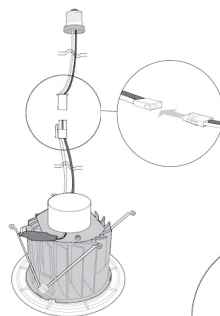

Figure 2 - Branchez le connecteur de type Edison
4. Branchez le connecteur de type Edison inclus au module IR6-600WH (de la manière illustrée à la Figure 2).